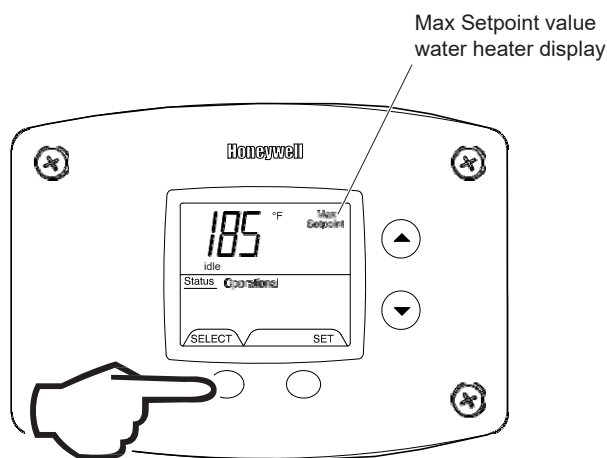

Fig. 41
1. Max Setpoint (Display/Change) (Fig. 41).